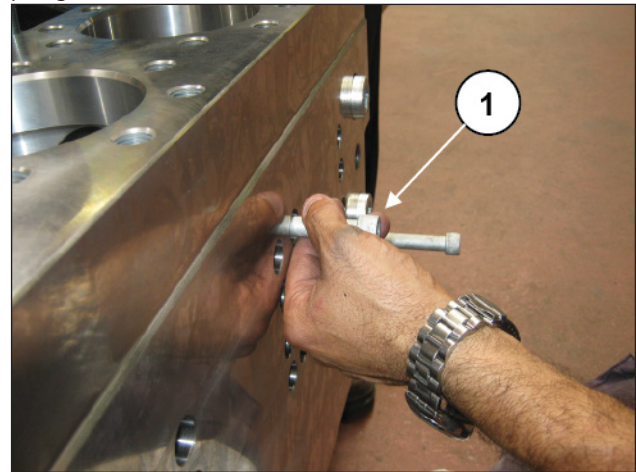
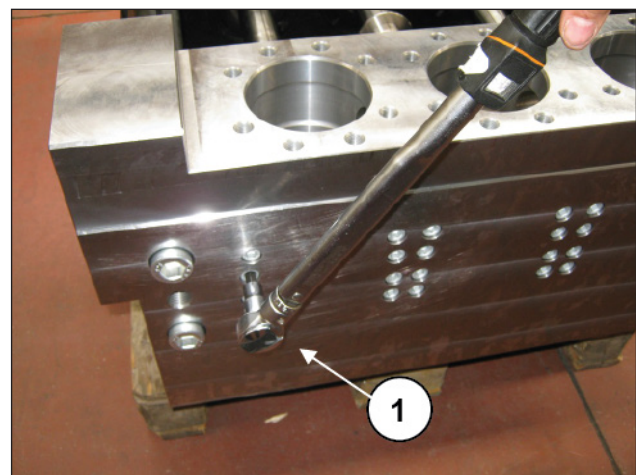

Fig. 239
Fig. 240
Insira os parafusos M12 para a fixação do suporte da camisa nas sedes adequadas presentes na parte dianteira do cabeçote (pos. ①, Fig. 239) e aperte-os, calibrando-os com chave dinamométrica (pos. ①, Fig. 240) conforme indicado no parágrafo 3.